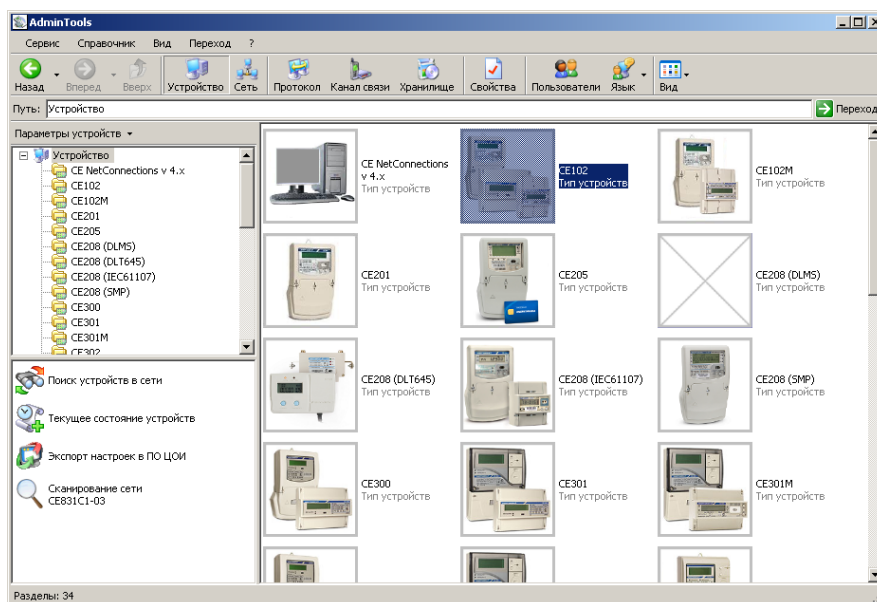

Рисунок 21 – Вид окна программы для выбора типа счётчика
5.2.1 Нажать кнопку «Устройство» на панели инструментов. Выбрать тип устройства «CE102» в проводнике устройств, находящемся в левом верхнем углу, одним нажатием левой кнопки мыши или в главном окне программы двойным нажатием кнопки мыши (см. Рисунок 21).